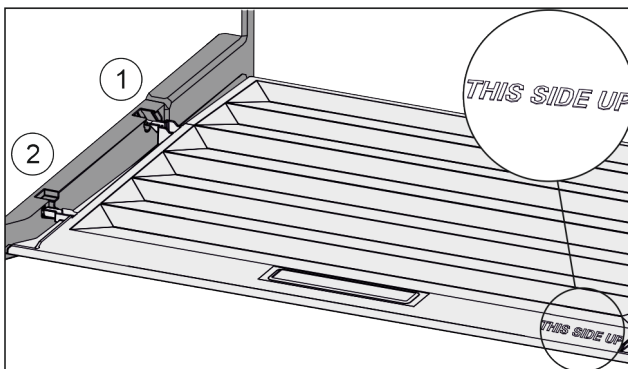

Fig. 153
- ▶ Skyv inn dekseltrinn via åpningen til bakre holder Fig. 153 (1) og klikk dem på plass i fremre holder Fig. 153 (2).